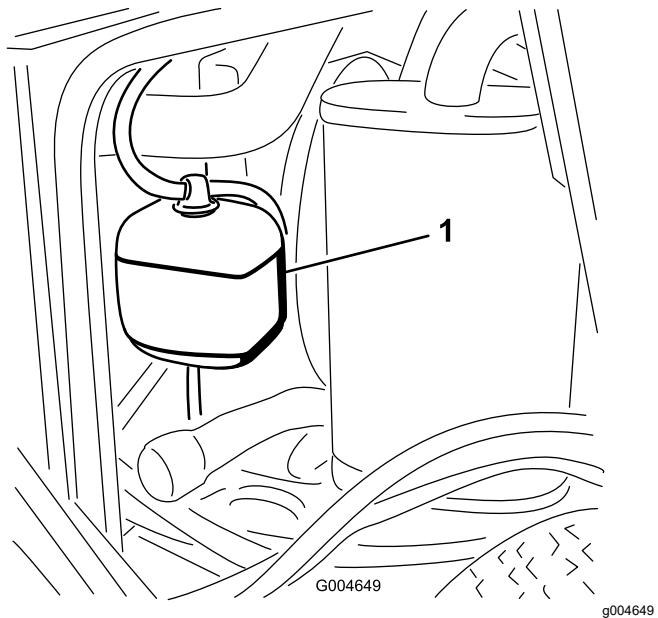

Рисунок 44
- Проверьте уровень охлаждающей жидкости в расширительном бачке (Рисунок 44).